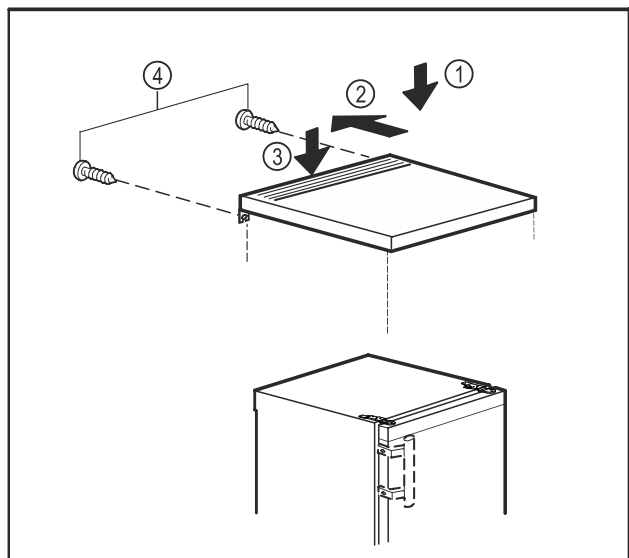

Fig. 10
- ▶ Umístěte stolovou desku na spotřebič. Fig. 10 (1)
- ▶ Stolovou desku posuňte dozadu. Fig. 10 (2)
- ▶ Stlačte stolovou desku dolů. Fig. 10 (3)
- ▶ Utáhněte šrouby na zadní straně. Fig. 10 (4)